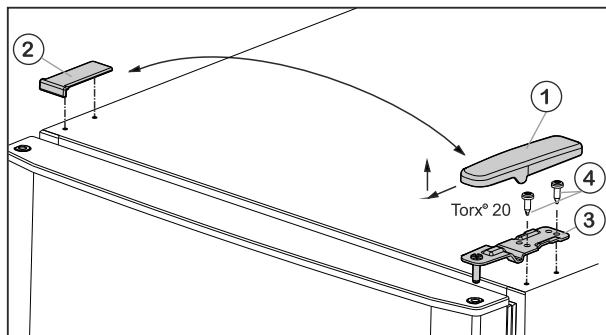
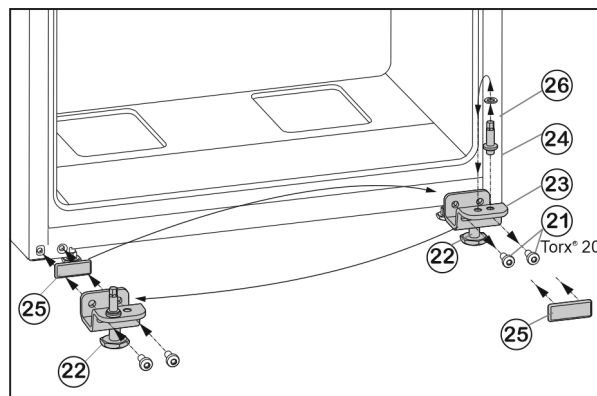

Fig. 5
Fig. 7
- Afdekking Fig. 5 (1) naar voren en boven wegtrekken.
- Afdekking Fig. 5 (2) eraf nemen.
- Bovenste lagerbus Fig. 5 (3) losschroeven (2 maal Torx® 20) Fig. 5 (4) en naar boven eraf trekken.
- Bevestigingsbouten Fig. 7 (21) losschroeven.
- Lagerbok onder Fig. 7 (23) volledig met lagerbouten Fig. 7 (24), schijf Fig. 7 (26) en stelvoet Fig. 7 (22), verwijderen.
- Lagerbouten Fig. 7 (24) volledig met schijf Fig. 7 (26) losschroeven, terugplaatsen in het tegenoverliggende opnamegat van het lagerbok en weer vastschroeven.
- Afdekplaat Fig. 7 (25) voorzichtig verwijderen en terugplaatsen op de andere zijde.
- Lagerbok onder Fig. 7 (23) volledig met lagerbouten Fig. 7 (24), schijf Fig. 7 (26) en stelvoet Fig. 7 (22) weer op de nieuwe scharnierzijde evt. met behulp van een accuboormachine **vastschroeven (met 4 Nm)**.
- Onderste deur van bovenaf op scharnierpen Fig. 7 (24) plaatsen.
- Middelste scharnierblok (13) 180° gedraaid in de onderste deur plaatsen en met bevestigingsbouten (11) (2 maal Torx® 20) op de nieuwe scharnierkant **stevig (met 4 Nm)** aandraaien.
- Kunststof ring (10) weer aanbrengen.
- Bovenste deur op het middelste scharnierblok (13) plaatsen.
- Plaats de bovenste lagerbus Fig. 5 (3) aan de nieuwe scharnierkant in de deur.
- Bovenste lagerbok **vastschroeven (met 4 Nm)** (2 keer Torx® 20) Fig. 5 (4). Eventueel een accuboormachine gebruiken.
- Afdekking Fig. 5 (1) aan de andere kant buiten plaatsen en vastklikken.
- Afdekking Fig. 5 (2) steeds aan de andere kant van bovenaf plaatsen en vastklikken.
- Stelpoot Fig. 7 (22) van onderste scharnierblok Fig. 7 (23) eruit draaien, tot deze de vloer raakt.